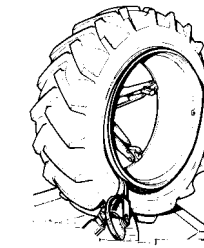

Fig.48
7. Turn the chuck counter-clockwise until the outer bead is completely demounted (Fig.48).
7. Tourner l'arbre dans le sens inverse aux aiguilles d'une montre jusqu'à ce que le talon extérieur ne soit complètement sorti (Fig.48).